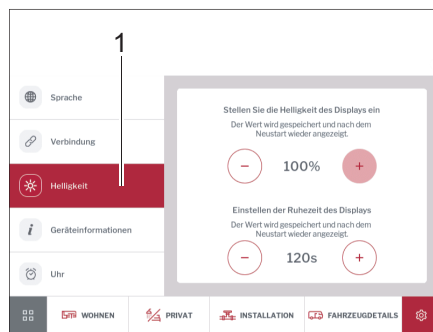

Fig. 293 Luminosité
- Appuyer sur la touche *Luminosité* (Fig. 293,1).